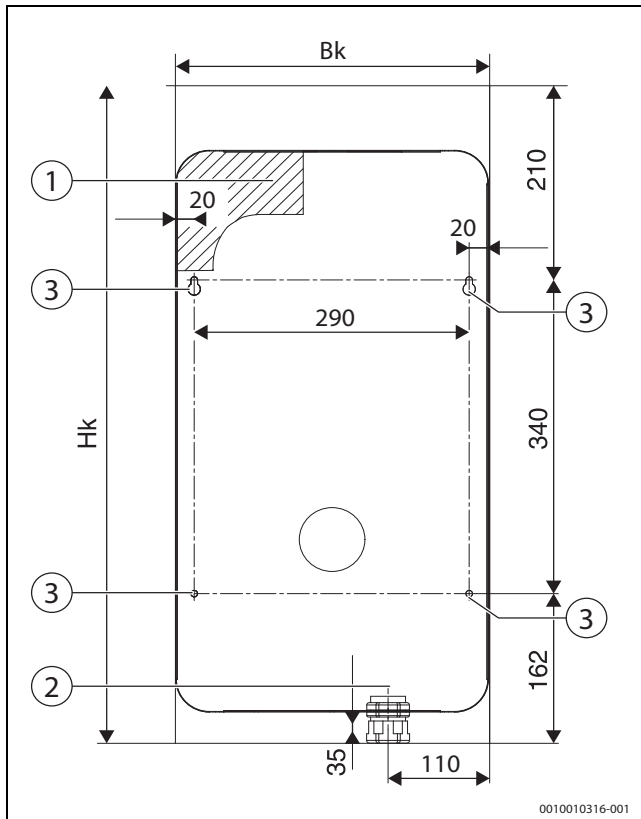

Fig. 7 Dimensjoner til borehullene for fastgjøring av kjelen på veggen og for strømledningen ved kjelen 4-9 kW
- ▶ Marker på posisjonene til borehullene for monteringsplaten. Til dette kan du bruke den vedlagte malen. (→ fig. 7, side 11)